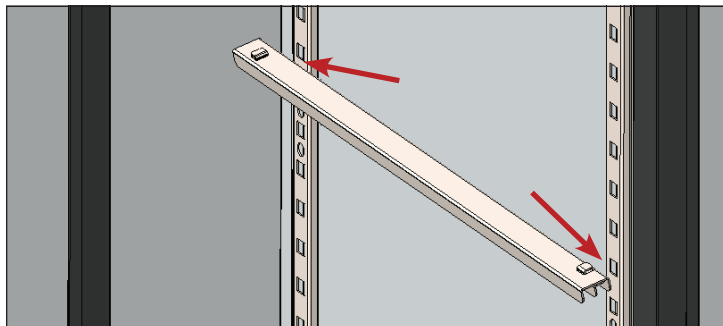

Рис. 1. Совместить выступы с пазами.
2. Совместить выступы на опоре для полки с пазами на передней и задней стойках на требуемой высоте. См. рис. 1.